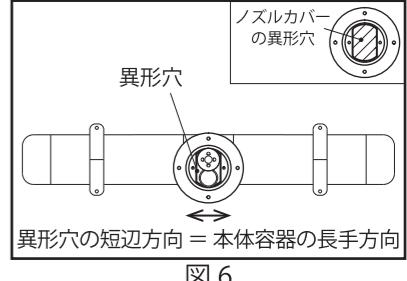

図6
④で熱感知ノズルを取り付ける際、ノズルカバーの異形穴の短辺方向が、本体容器の長手方向になります（図6）。穴の向きに注意して、直径5.5mmの穴に化粧ビス（白）\*1を4本使用して、天井に確実に固定してください。